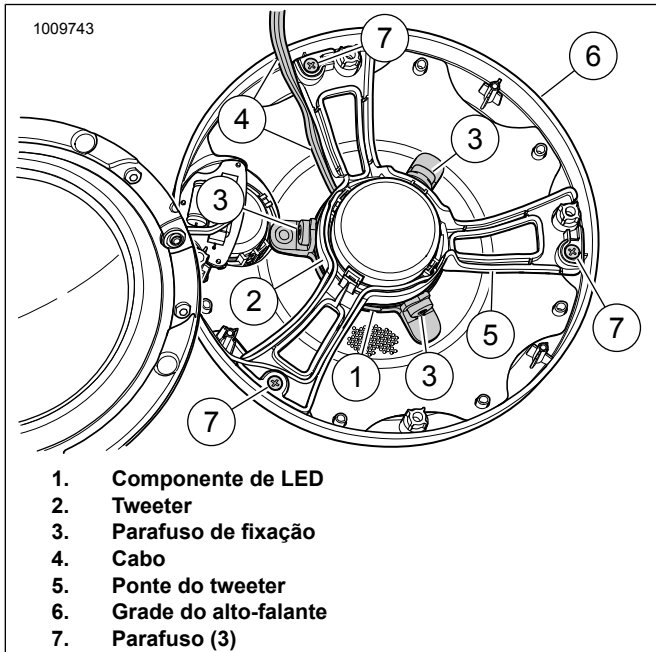

Figura 19. Grade do alto-falante, ponte do tweeter e luz LED
4. Veja a figura 19. Remova os três parafusos que fixam a ponte do tweeter (5) na grade do alto-falante (6) e separe dois cuidadosamente. Tenha cuidado para não danificar ou tensionar os fios do alto-falante do tweeter. Guarde as ferragens para uso posterior.
Veja a figura 19. Coloque o componente de LED (1) no tweeter (2) conforme mostrado. Aperte levemente o componente de LED no local.